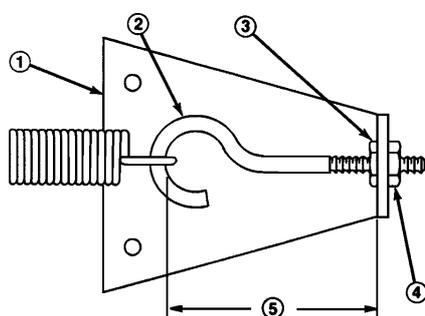

Bild 53
KONTROLLE UND EINSTELLUNG DES ANTRIEBSGESTÄNGES (Bild 53)
4. Drehen Sie die Augenschraube im Uhrzeigersinn, bis die Distanz zwischen dem Auge und der Innenseite der Federankerplatte 3 mm kürzer ist, siehe Bild 53. Ziehen Sie dann die Mutter fest.